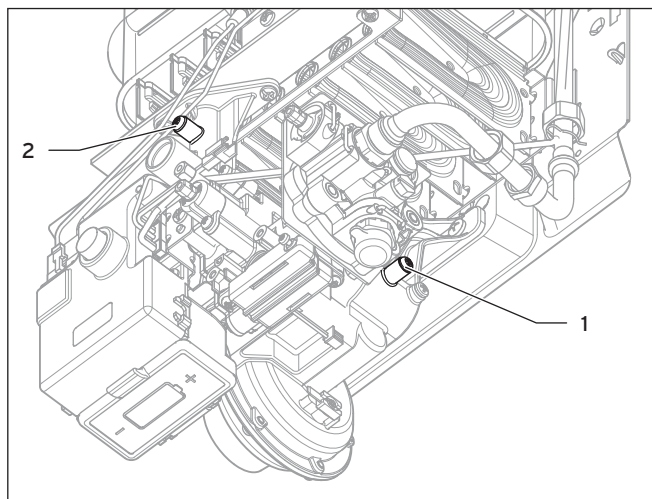

Fig. 5.1 Orificio de medición para presión de conexión del gas
- Retire el tapón roscado del orificio de medición de la presión de la conexión (1), véase Fig. 5.1.